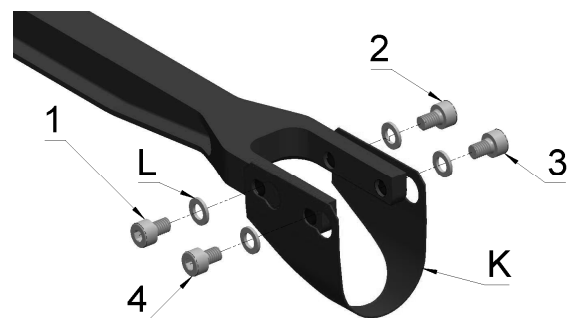

Abb. 6 Klingenanschluß Gerät EFA-RZ100
1. Klinge (Pos. K Abb.6) zuerst mit Scheibe (Pos. L Abb.6) und Schraube (Pos. 1 Abb.6) fixieren.
2. Scheibe (Pos. L Abb.6) mit Schraube (Pos. 2 Abb.6) fixieren.
3. Scheibe (Pos. L Abb.6) mit Schraube (Pos. 3 Abb.6) fixieren.
4. Scheibe (Pos. L Abb.6) mit Schraube (Pos. 4 Abb.6) fixieren.